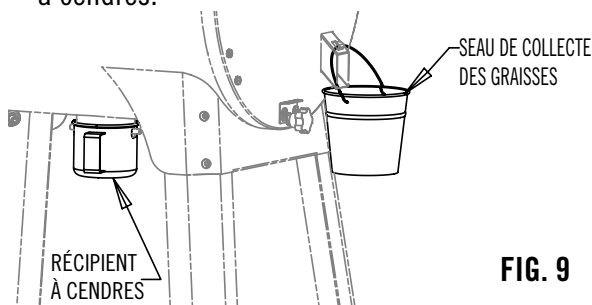

FIG. 9
1. Suspendre le seau de collecte des graisses à son conduit d'évacuation comme indiqué à la Fig. 9.
1. Monter le récipient à cendres comme indiqué à la Fig. 9. Ne jamais utiliser le barbecue sans y monter le récipient à cendres.